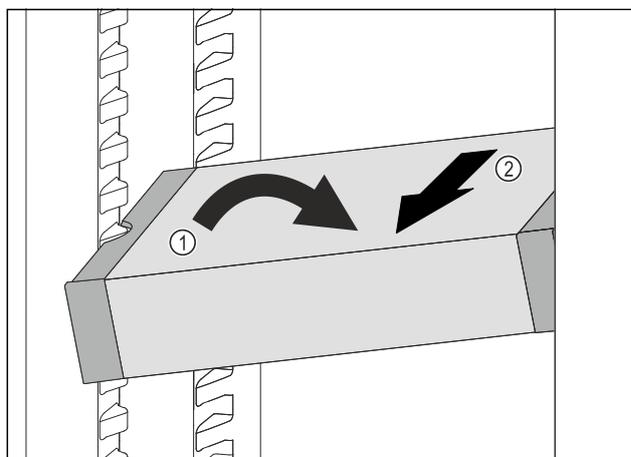

Fig. 93
- Coloque el VarioSafe en el compartimento del frigorífico en posición oblicua. *Fig. 93 (1)*
- Extraiga el VarioSafe hacia delante. *Fig. 93 (2)*